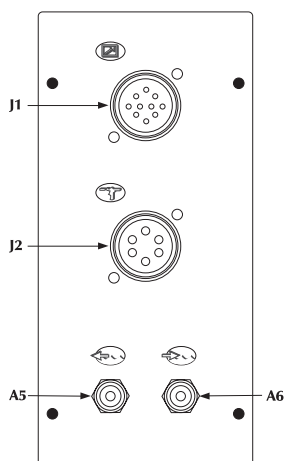
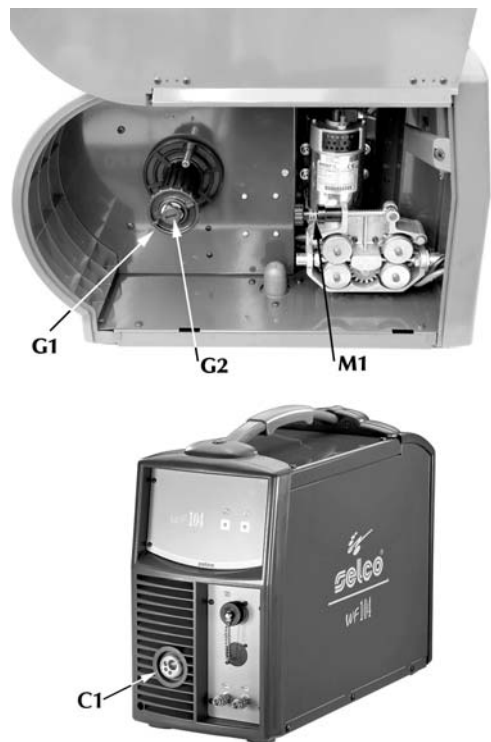

Fig. 8
Fig. 10 Details van het verrijdbare karretje
- Draai de ring (G1 fig. 10) van de spoelhaspel en plaats de spoel. Laat ook de metalen pen van de haspel op zijn plaats komen, plaats de ring (G1) weer en stel de frictieschroef (G2 fig. 10) af;
- Plaats de toorts, compleet met mantel, in de gecentraliseerde aansluiting (C1 fig. 10) en draai de ring ervan volledig aan. Als de toorts watergekoeld is, sluit dan de uitlaat- en retourleidingen aan op de verbindingen (A5-A6 fig. 8). Als de koelvloeistofleidingen van de kabelbundel verbonden zijn en de toorts niet watergekoeld is. Zet de generator pas aan nadat u gecontroleerd heeft of de connectoren en de snelkoppelingen goed verbonden zijn.